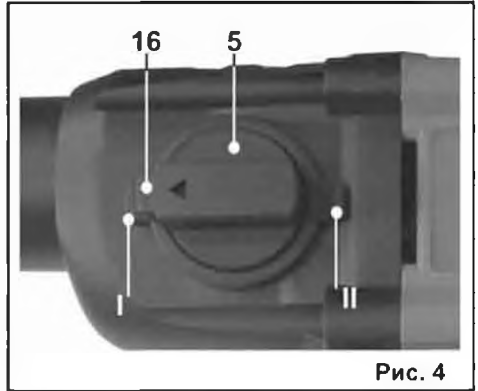

Рис. 4
8.1.2. Нажав на кнопку (16) переключателя режимов (5), поверните переключатель режимов (5) в положение (I) «сверление с осевым ударом» согласно Рис.4.
8.2.2. Нажав на кнопку (16) переключателя режимов (5), поверните переключатель режимов (5) в положение (II) «сверление без удара» согласно Рис.4.
8.3.2. Нажав на кнопку (16) переключателя режимов (5), поверните переключатель режимов (5) в положение (II) «сверление без удара» согласно Рис.4.
8.4.2. Нажав на кнопку (16) переключателя режимов (5), поверните переключатель режимов (5) в положение (II) «сверление без удара» согласно Рис.4.